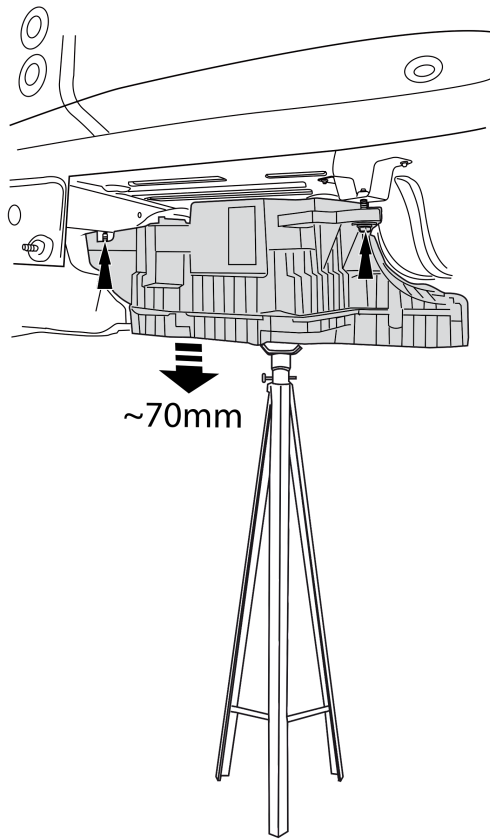

Fig. 3
3. Снять детали, указанные в рис. 3.
9. Установить детали, указанные в рис. 3.